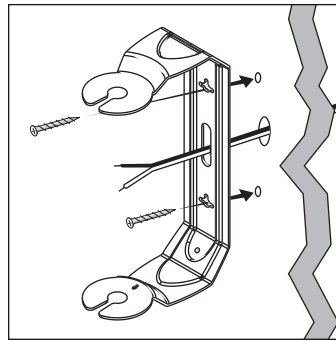

ABBILDUNG 12: Zur leichteren Befestigung Lautsprecherkabel aus der Wand durch das Loch in der Halterung führen.
9. Wenn Sie den Lautsprecherdraht durch ein Loch in der Wand hinter der Halterung führen, ziehen Sie ihn jetzt durch das Loch in der Halterung, bevor Sie die Halterung befestigen [Abbildung 12].